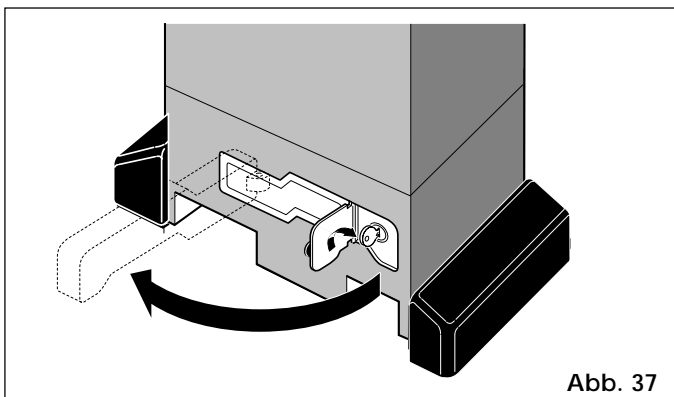

Abb. 37
- 2) Den Schlüssel im Uhrzeigersinn drehen und den Entriegelungshebel gem. Abb. 37 herausziehen.